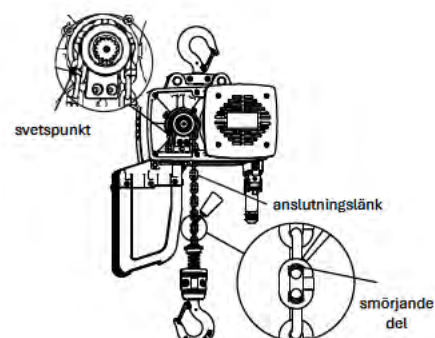

Bild 5
- 6 Montering och smörjning av lastkedjan (bild 5)